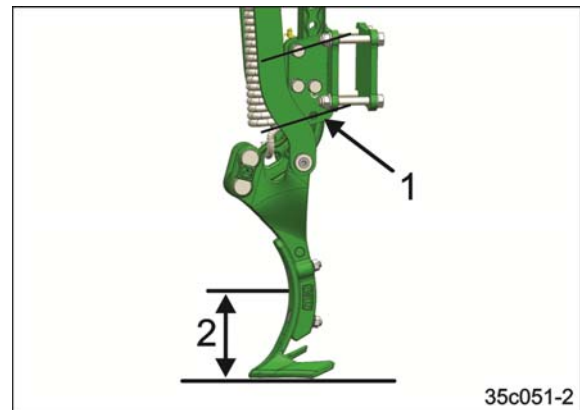

Bild 124
- Det maximala arbetsdjupet uppgår till 150 mm (Bild 124/2).
Om spårluckrarens maximala arbetsdjup överskrids vid tilltagande slitage av verktygspinnarna på jordbearbetningsmaskinen (Bild 124/2) måste spårluckrarens fäste (Bild 124/1) monteras i ett högre läge.